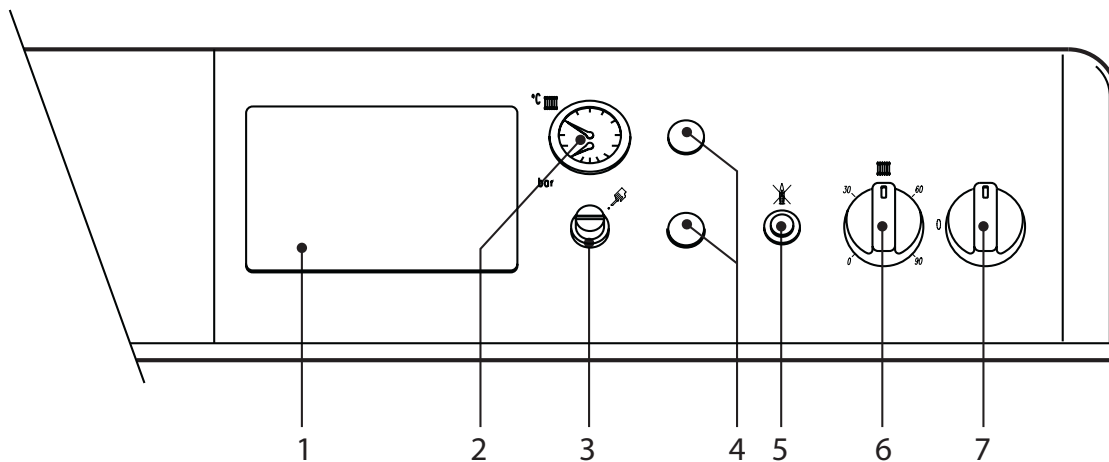

Рис.1
- o Поверните переключатель котла "7" в положение 1 (Рис. 1).
- o Если на котле установлен электронный термостатический контроллер (поз.1 Рис. 1), пользователь должен учесть инструкции его изготовителя.
Поверните ручку 6 (Рис. 1) по часовой стрелке для увеличения температуры воды в системе, для ее снижения поверните ручку против часовой стрелки. Температура может изменяться в пределах от 30°C до 90°C. Рекомендуется эксплуатировать котел при температуре не ниже 45°C.
Установите желаемую температуру, используя термостат помещения. Управляемый термостатом помещения котел запускается и подает в систему отопления воду с температурой, установленной регулировочным термостатом котла 6 (Рис. 1). При достижении заданной температуры в помещении, котел прекращает работать.
Давление холодной воды в заполненной системе должно составлять 1 бар (давление показывает манометр котла деталь 2, Рис. 1). В случае снижения давления в системе (вызванного испарением газов, растворенных в воде), пользователь должен повысить его, осуществив подпитку системы, используя наполнительный кран. После окончания операции подпитки, всегда закрывайте кран.